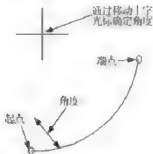

图 3-30
- (5) 起点、端点、角度(A): 主要通过确定圆弧的起点、端点和角度绘制圆弧(图 3-30)。